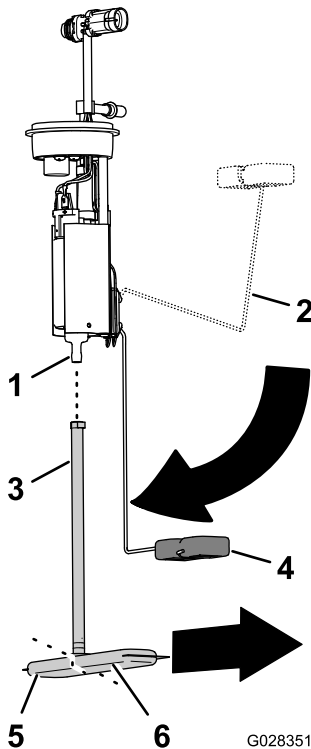

Figure 120
1. Détachez le tube d'aspiration du filtre à carburant du raccord de la pompe à carburant (Figure 120).
2. Alignez le tube d'aspiration du filtre à carburant de rechange et le raccord de la pompe à carburant (Figure 120).
3. Alignez la longue patte du filtre à carburant sur le flotteur quand le bras du flotteur est à la position réservoir vide (Figure 120).
4. Insérez le raccord de la pompe à carburant dans le tube d'aspiration jusqu'à ce que le raccord soit parfaitement engagé (Figure 120).
2. Insérez la pompe à carburant/transmetteur dans le goulot du réservoir (Figure 119 et Figure 120).